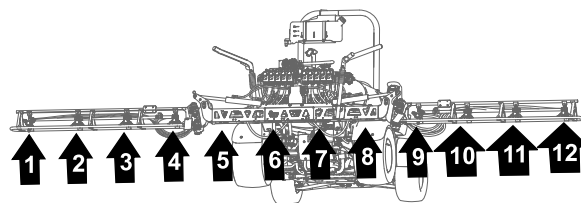

Figura 127
1. Passe os tubos para os bicos do pulverizador 1, 2, 3 e 4 através do grampo em R na extremidade do lado exterior esquerdo da secção de pulverização central (Figura 127 e Figura 128).
2. Passe os tubos para os bicos do pulverizador 7, 8, 9 e 10 através do grampo em R na extremidade do lado exterior direito da secção de pulverização central (Figura 127 e Figura 128).
3. Passe os tubos de alimentação com 279 cm e as hastes do tubo estriado (3/4 pol.) pela secção de pulverização para os bicos do pulverizador 1 e 10, como se mostra na Figura 127 e Figura 128.
4. Passe os tubos de alimentação com 234 cm e as hastes do tubo estriado (3/4 pol.) pela secção de pulverização para os bicos do pulverizador 2 e 9, ao longo da secção de pulverização, como se mostra na Figura 127 e Figura 128.
5. Passe os tubos de alimentação com 188 cm e as hastes do tubo estriado (3/4 pol.) pela secção de pulverização para os bicos do pulverizador 3 e 8, como se mostra na Figura 127 e Figura 128.
6. Passe os tubos de alimentação com 188 cm e as hastes do tubo estriado (3/4 pol.) pela secção de pulverização para os bicos do pulverizador 4 e 7, como se mostra na Figura 127 e Figura 128.